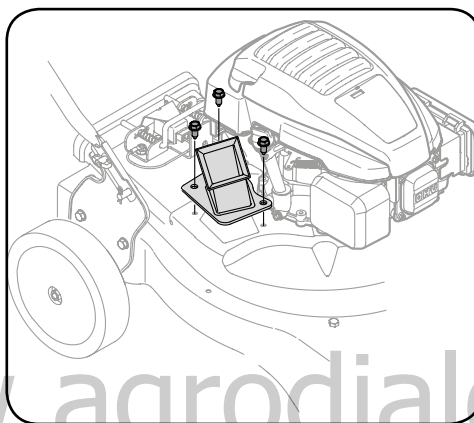

Рисунок 7-7
8. Выкрутите три винта с шестигранной головкой, которыми кронштейн-подвеска шланга и канал измельчителя крепятся к верхнему кожуху. См. рисунок 7-7.